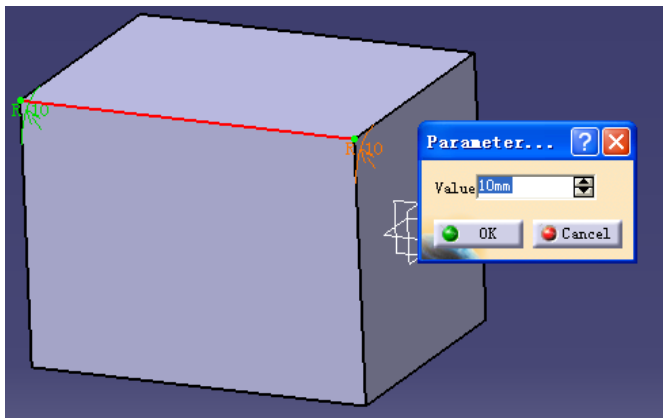

图 3-24
(3) 一个角的两侧出现半径尺寸标注，用鼠标双击其中一个尺寸（见图 3-24）。